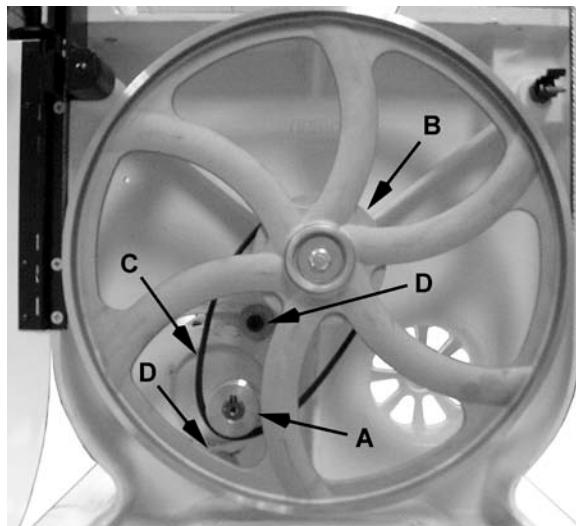

Рис.5
6. Разместите ремень (C, Рис. 5) наг валу шкива (B, Рис. 5) и валу двигателя (A, Рис. 5).
8. При помощи торцевого ключа на 6 мм затяните оба винта (D, Рис. 5).